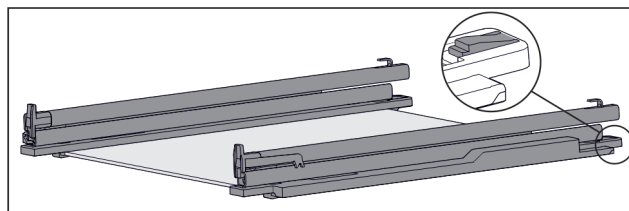

Fig. 120 Steklena plošča z vodili in držalnimi deli
- ▶ Držalni del na zadnji strani potisnite navzdol (glejte Fig. 120) in hkrati vodilo potisnite proti zadnji strani.